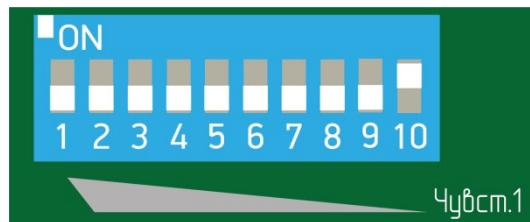

Рисунок 7.5
7.2.3.4 Максимальную чувствительность внутри диапазона устанавливают включением флагка 1 в положение «ON» (рисунок 7.5). Минимальную чувствительность устанавливают включением флагка 10 в положение «ON» (рисунок 7.5).